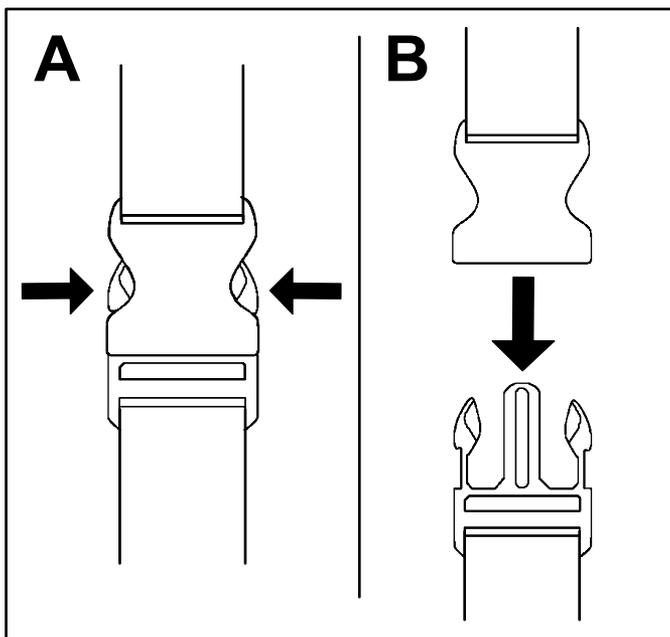

Figure 7
1. Appuyez de chaque côté de la boucle (A de Figure 7).
2. La boucle se détache toute seule (B de Figure 7).